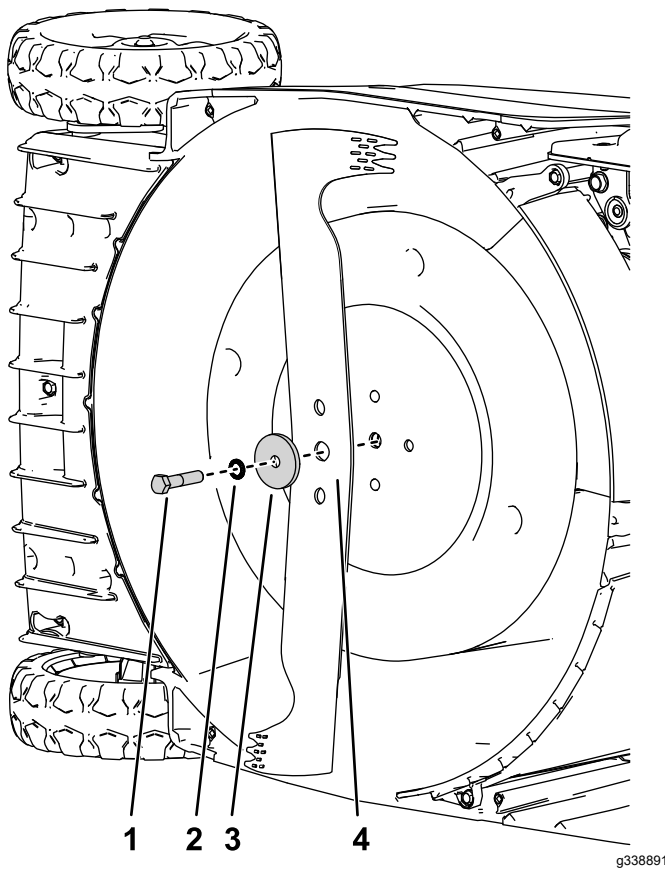

Figura 29
4. Instale lâmina nova e todo o equipamento de montagem (Figura 29).